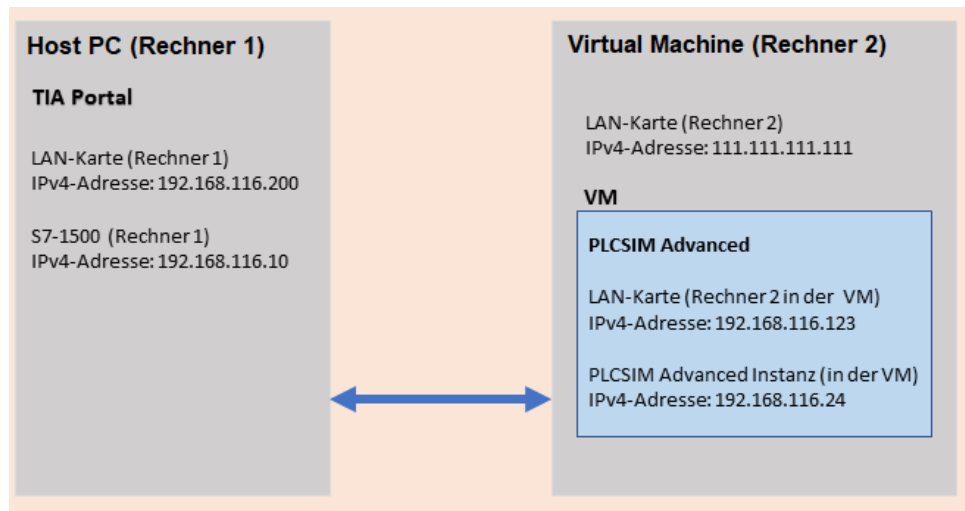

Bild 3
6. Vergeben Sie für die Geräte (Bild 3) die angegebenen IPv4-Adressen: